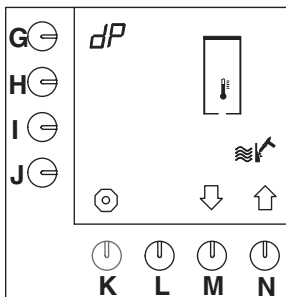

Abb. 21 Starten des Entkalkungsprogramms für das Heißwassersystem
- Jetzt erscheint das Entkalkungsprogramm im Display (Abb.21).
- Drücken Sie so lange auf die Programmirtaste (G.), bis Abb. 21 wieder im Display erscheint.